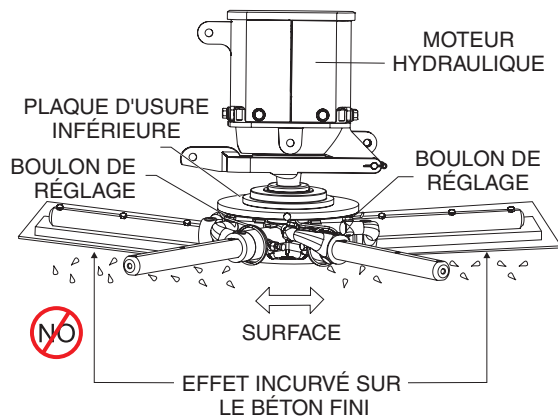

Figure 34. Mauvais alignement de la plaque de tripode
4. La figure 34 montre un alignement incorrect, des bagues de tripode usées ou des bras de truelle tordus. Vérifier que le boulon de réglage touche à peine (avec un dégagement de 2,54 mm [0,10 po] maximum) la plaque d'usure inférieure. Tous les boulons d'alignement doivent être équidistants de la plaque d'usure inférieure.